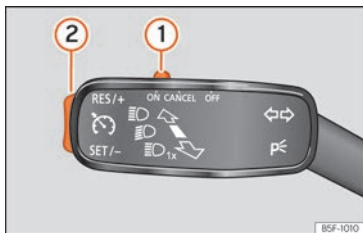

Fig. 42 A la izquierda de la columna de la dirección: conmutador y mandos de manejo del GRA.
- Conectar el GRA: desplace el conmutador »» fig. 42 ① hasta **ON**. El sistema está encendido. El sistema no regula al no haber programado ninguna velocidad.
- Activar el GRA: pulse el botón »» fig. 42 ② en la zona **SET/-**. La velocidad actual se memoriza y regula.
- Desconectar el GRA temporalmente: desplace el conmutador »» fig. 42 ① hasta **CANCEL** o pise el freno. La regulación se desconecta temporalmente.
- Conectar el GRA de nuevo: pulse el botón »» fig. 42 ② en **RES/+**. La velocidad memorizada se guarda y regula otra vez.
- Aumentar velocidad programada durante regulación de GRA: pulse botón ② en **RES/+**. El vehículo acelera hasta la nueva velocidad guardada.
- Reducir velocidad programada durante regulación de GRA: pulse botón ② en **SET/-** para reducir 1 km/h (1 mph). La velocidad se reduce hasta alcanzar la nueva velocidad memorizada.
- Desconectar el GRA: desplace el conmutador »» fig. 42 ① a **OFF**. Se desconecta el sistema y la velocidad memorizada se borra.